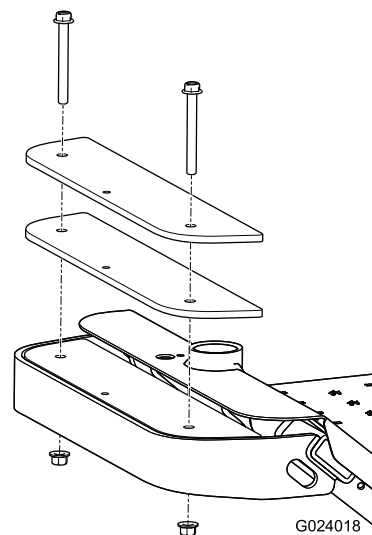

Figura 6
1. Retire los 2 pernos y las 2 tuercas que sujetan los pesos existentes a la parte delantera de la máquina (Figura 6).